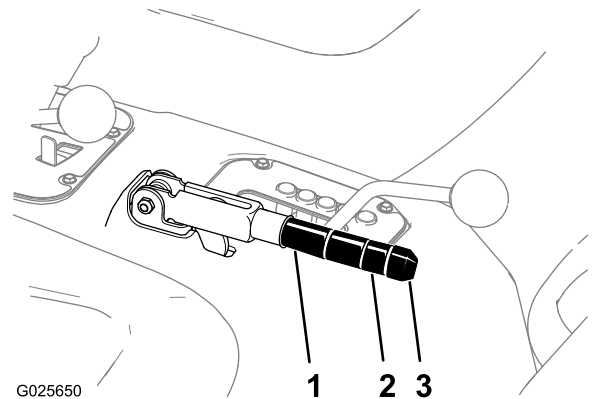

図 80
2. ブレーキレバーに調整ノブを固定している固定ネジをゆるめる (図 80)。
3. ノブ 図 80 を回し、20-22 kg 程度の力でブレーキを作動させられるように調整する。
4. 調整が終わったら固定ねじを締める 図 80。